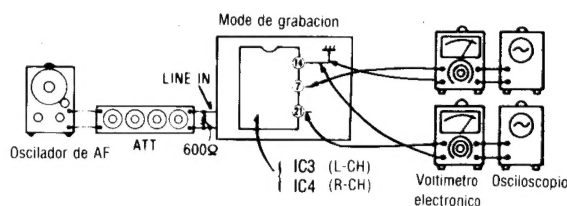

Fig. 18
1. Efectuar las conexiones segun se muestra en la Fig. 18.